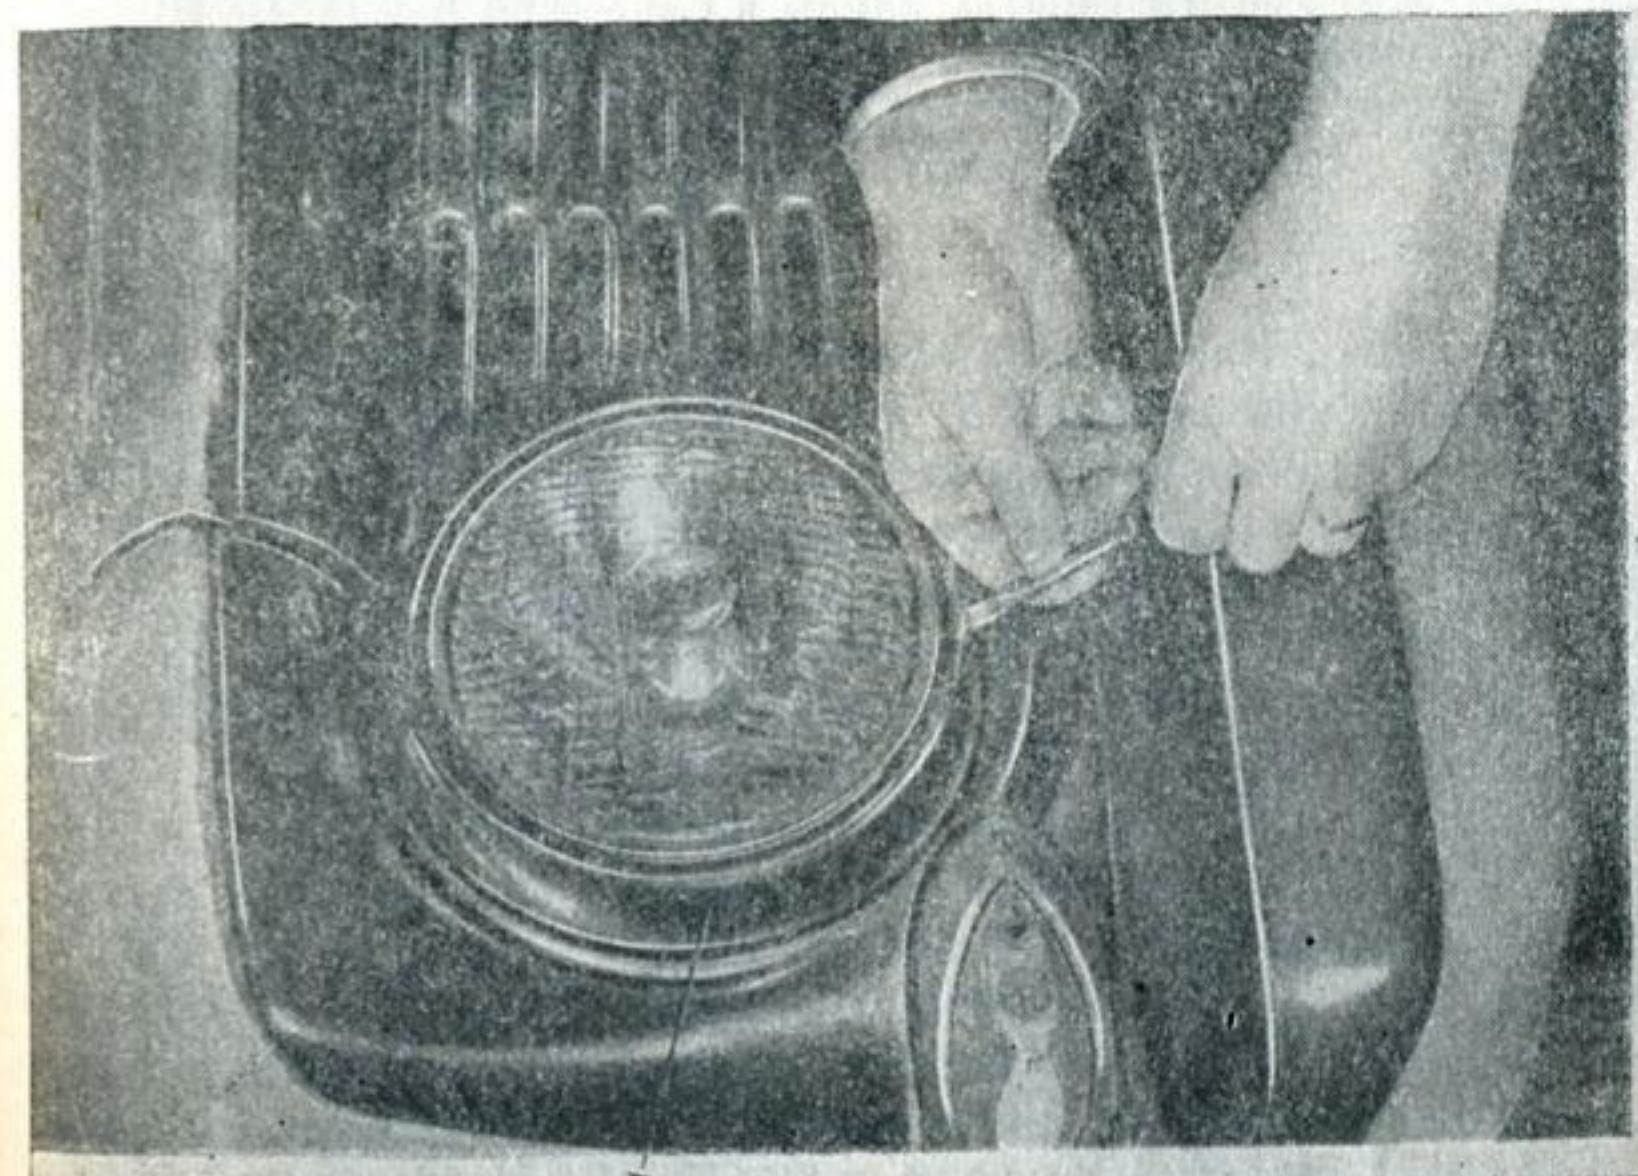

Рис. 58. Снятие декоративного ободка фары:
При необходимости замены лампы в фаре отвертывают винт крепления декоративного ободка 1 (рис. 58) и снимают ободок. После этого
2. Отвертывают винт крепления декоративного ободка фары и снимают ободок (см. рис. 58).